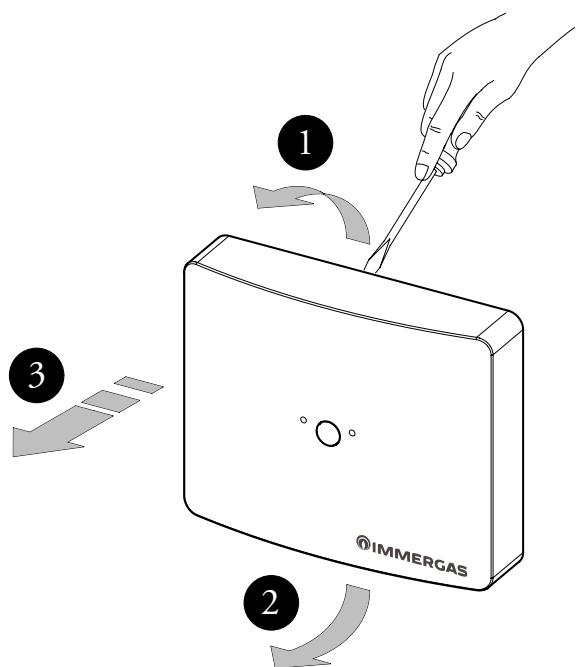

Fig. 10
- separare il supporto di fissaggio dal coperchio della sonda Ambiente facendo leva con un cacciavite nell'apposito incasso (Fig. 10);
- separate the fixing support from the cover of the Room probe by prying with a screwdriver in the appropriate recess (Fig. 10);